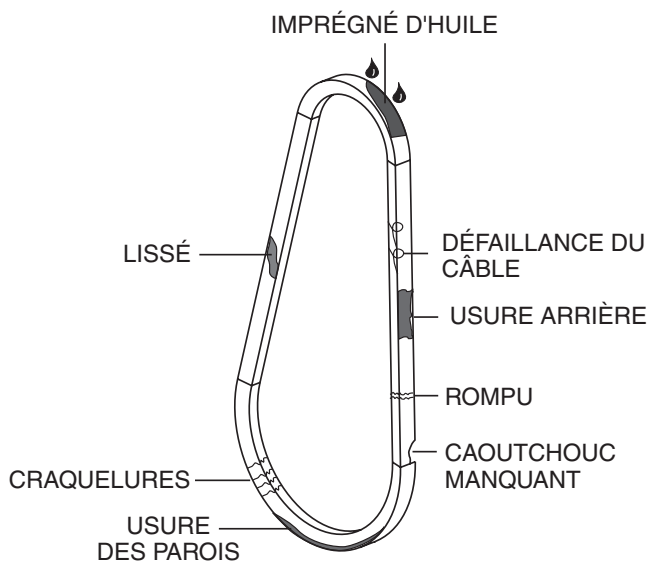

Figure 27. Inspection de la courroie trapézoïdale
La courroie trapézoïdale (figure 27) doit être remplacée dès qu'elle montre des signes d'usure. **NE JAMAIS** utiliser une courroie trapézoïdale si elle présente des défauts. Si la courroie s'effiloche, émet des crissements lors de l'utilisation ou encore émet de la fumée ou une odeur de caoutchouc brûlé pendant l'utilisation, cela indique une usure excessive de la courroie.
1. Effectuer un contrôle visuel de la courroie trapézoïdale (figure 27) afin de déceler les signes d'usure excessive ou de dommages. Si la courroie trapézoïdale est usée ou endommagée, la remplacer.